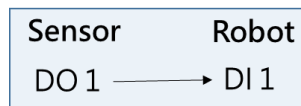

Figure 51. Sensor 與 Robot 的連線關係
(1) 在 Input 欄位點擊... 進行 Input 連線設定，如 Figure 51 所示